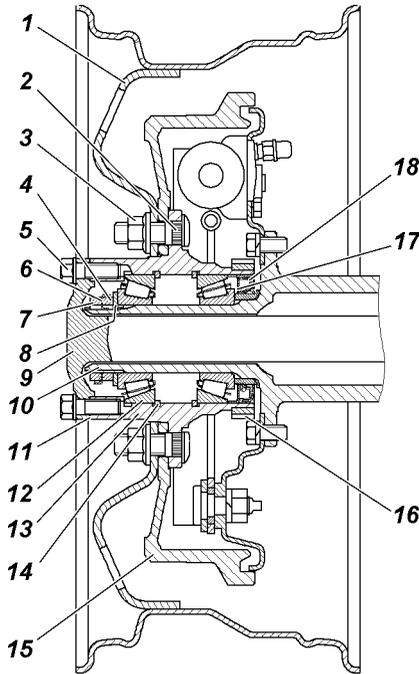

Рис. 9.20. Ступица заднего колеса:
2. Снимите колпак колеса. Демонтируйте полуось 9 (рис. 9.20) заднего моста или фланец ведущий ступицы переднего моста или крышку ступицы передней оси.